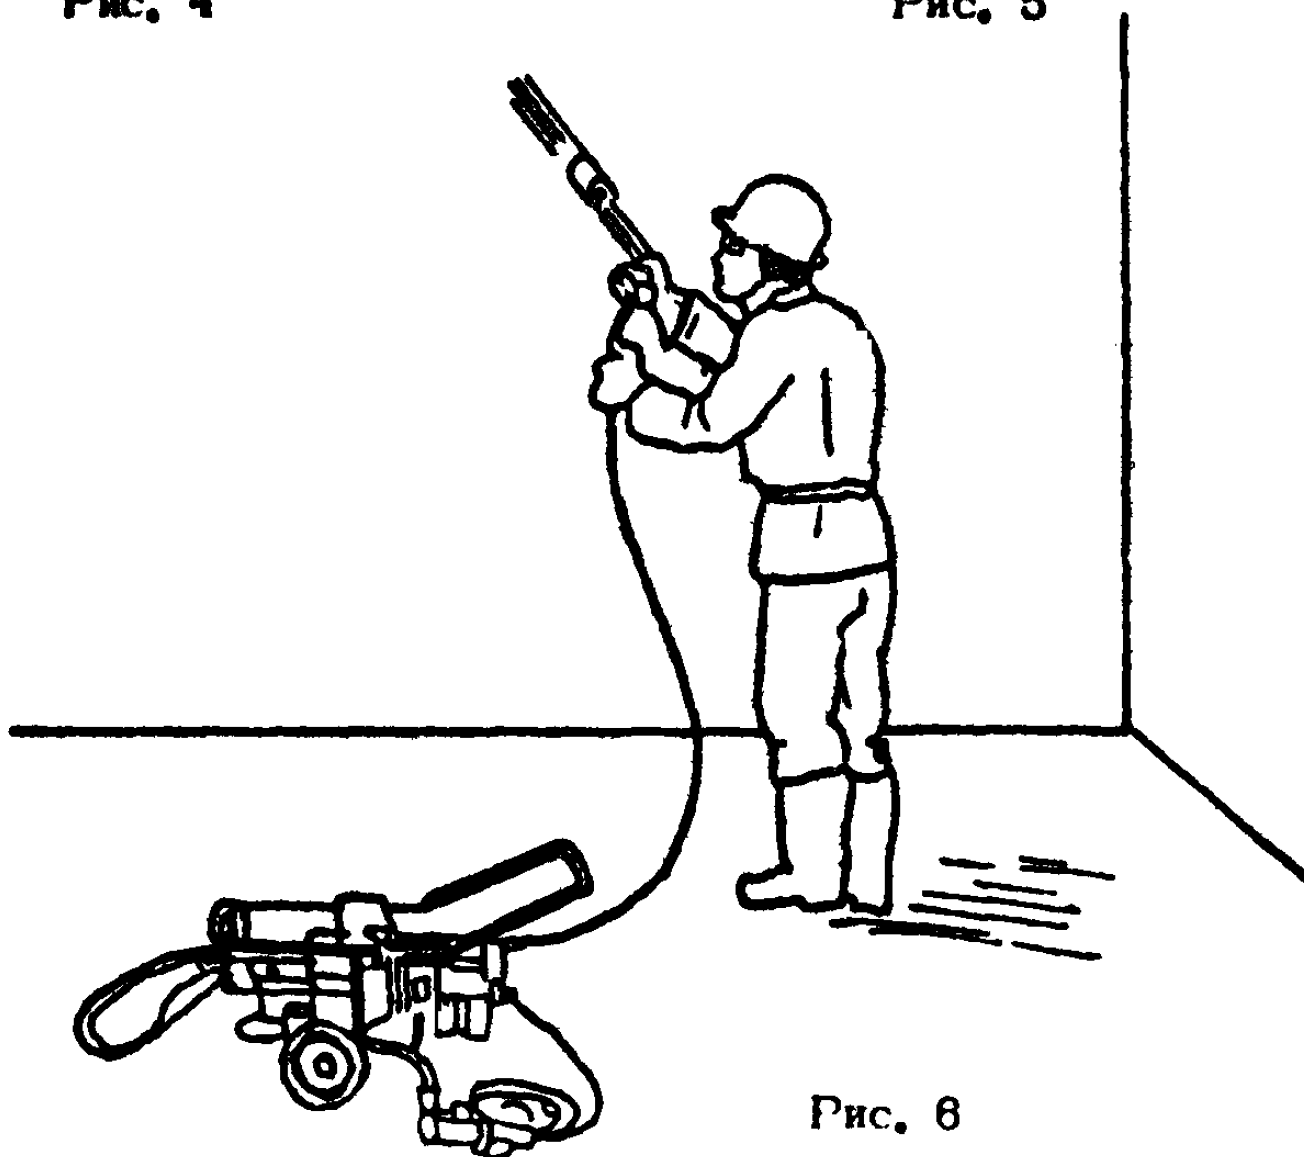

Рис. 6
2.22. При окрашивании агрегатами безвоздушного распыления работы выполняют M_1 и M_2 . M_1 управляет агрегатом и обслуживает его, M_2 работает с пистолетом-распылителем. M_2 держит пистолет-распылитель одной рукой, второй рукой придерживает рукав высокого давления и наносит окрашивающий состав на поверхность (рис.6). Для получения покрытия одинаковой толщины необходимо: